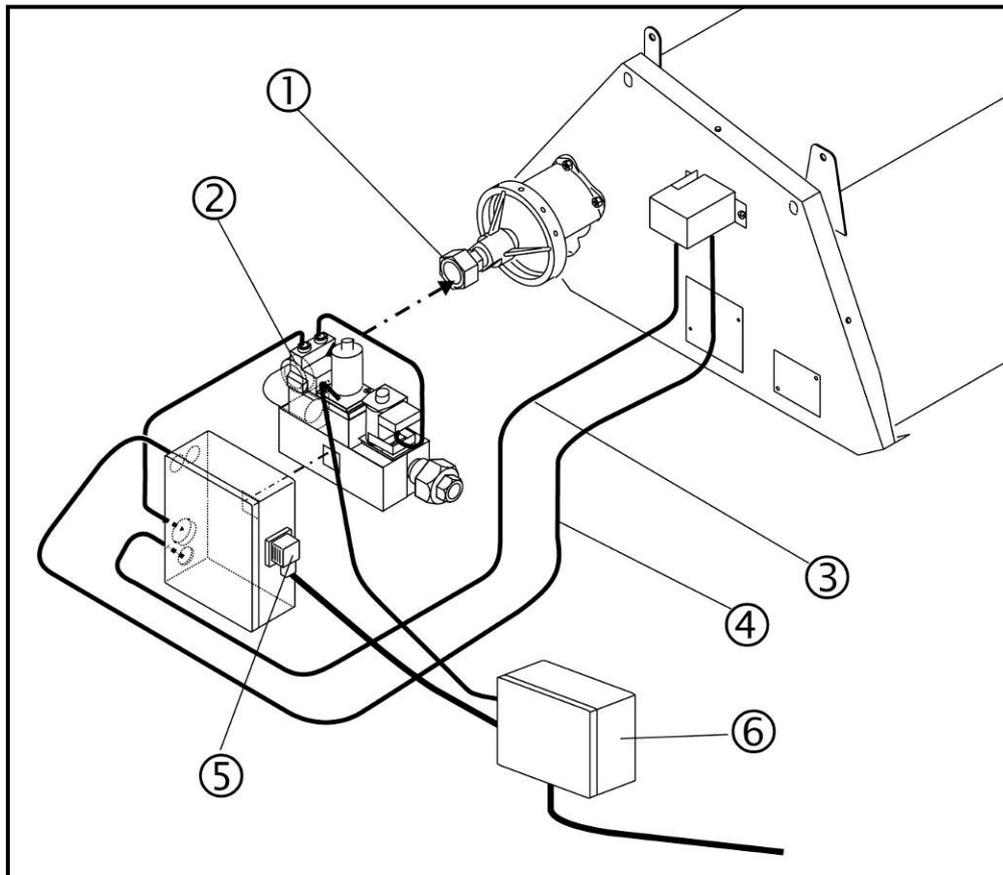

Fig. 25: Montage de l'ensemble allumage sécurité
- ⇒ Reliez le radiant à l'aide du sur-écrou (1) au raccord (2) de l'ensemble allumage sécurité (Fig. 25). Vérifiez l'étanchéité de ce raccord.
- ⇒ Reliez le câble d'ionisation (3) à l'aide de la fiche au boîtier d'allumage (Fig. 25).
Mettez en place le raccord électrique vers le boîtier de commande via la fiche électrique (5) et vers la bobine, depuis le boîtier de modulation (6) (Fig. 25).